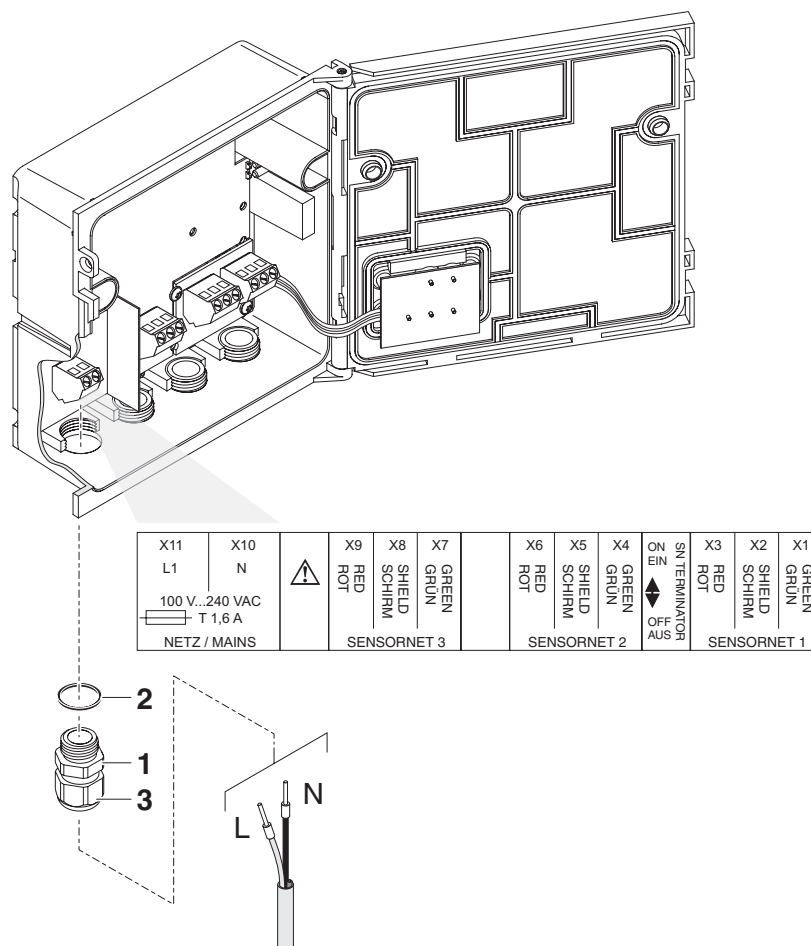

Fig. 11-1 Tilslutning af strømkablet.
| 1 | Skru kabelforskruingen (pos. 1 i Fig. 11-1) med tætningsringen (pos. 2) ind i modulhuset. |
| 2 | Løsn omløbermøtrikken (pos. 3 i Fig. 11-1). |
| 5 | Stram omløbermøtrikken (pos. 3 i Fig. 11-1). |